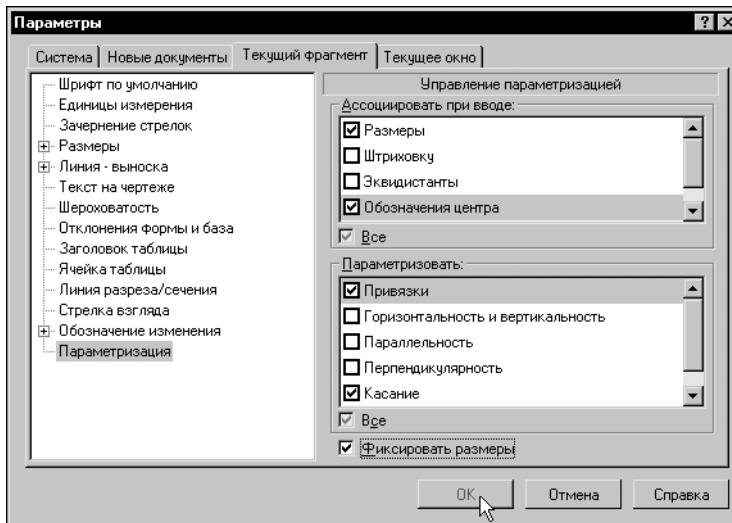

Рис. 59.40. Настройка параметризации
- 2.1. Вызовите диалог **Управление параметризацией** (рис. 59.40).